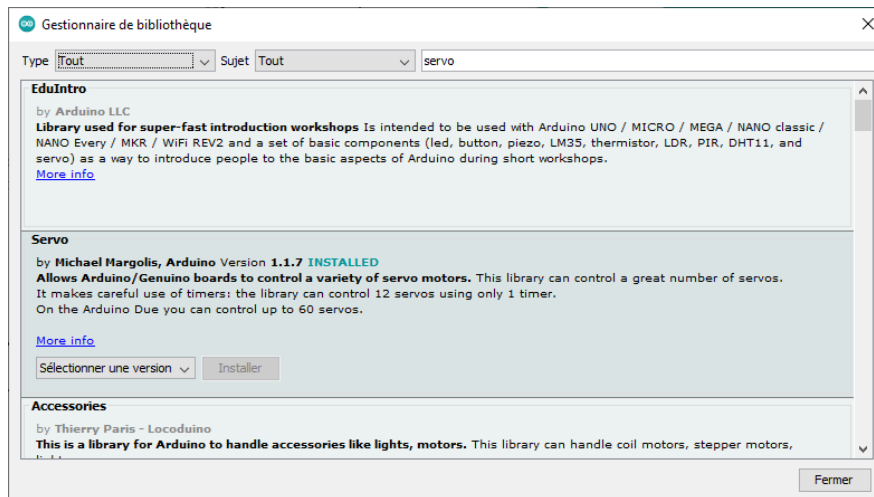

Fig. 3 : Installation de la biblioth que « Servo.h »
- Installer la biblioth que « Servo.h » voir figure 3 (cliquer sur le bouton installer).
On souhaite asservir la position  $x$  d'un mobile sph rique de masse  $m$  sur une barre. L'inclinaison de la barre est not e  $\alpha$ . On suppose dans cette partie, l'actionneur (servomoteur) qui pilote l'inclinaison  $\alpha$  infiniment rapide devant l'asservissement de la position du mobile. La figure 3 sch matise le syst me.